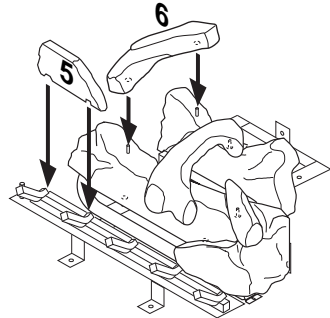

Figura 49 - Instalación de los leños números 5 y 6
5. Ponga el leño # 5 (leño de la base) en la parte anterior izquierda de la parrilla, revisando que las muescas embonen en las puntas de la parrilla. Consulte la figura 49, en la página 30.
6. Descanse el leño # 6 (leño izquierdo) sobre las dos espigas ubicadas a la izquierda de la parte anterior y posterior de la parrilla. Consulte la figura 49.